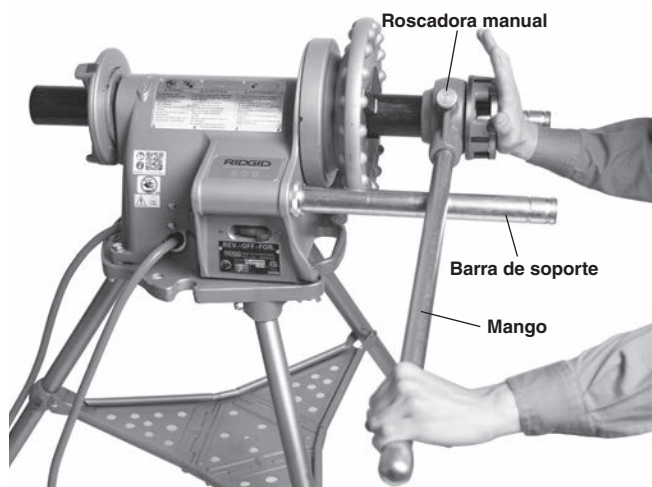

Figura 17 – La roscadora manual se empuja contra el tubo para enclavar las terrajas
Coloque el cabezal de terrajas sobre el extremo del tubo, como se muestra en la *Figura 17*. Apoye el mango de la roscadora sobre la barra de soporte que está del lado del conmutador. Agarre el extremo del mango de la roscadora con la mano izquierda. Para evitar pellizcos, no coloque la mano ni los dedos entre el mango de la roscadora y la barra de apoyo. Mantenga el mango en contacto con la barra de apoyo. Aplique aceite al extremo del tubo y las terrajas.
2. Con la palma de la mano derecha, empuje la tapa del cabezal de terrajas y sostenga el cabezal contra el extremo del tubo (*Figura 17*). Oprima el interruptor de pie. No use guantes ni joyas, ni utilice un trapo para empujar la tapa, ya que aumenta el riesgo de enganches y lesiones. Mantenga la mano apartada del tubo mientras gira. Una vez que las terrajas estén enclavadas en el tubo, se va labrando la rosca a medida que avanzan las terrajas a lo largo del extremo del tubo.